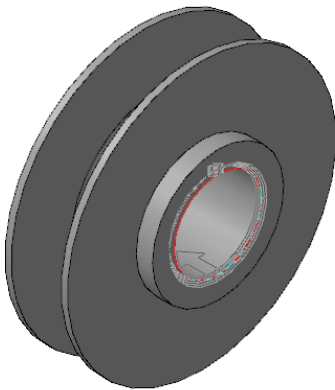

Рис. 2.59. Вказати перше ребро у **отворі** основи
- вказати **перше ребро у отворі основи** (рис. 2.59);